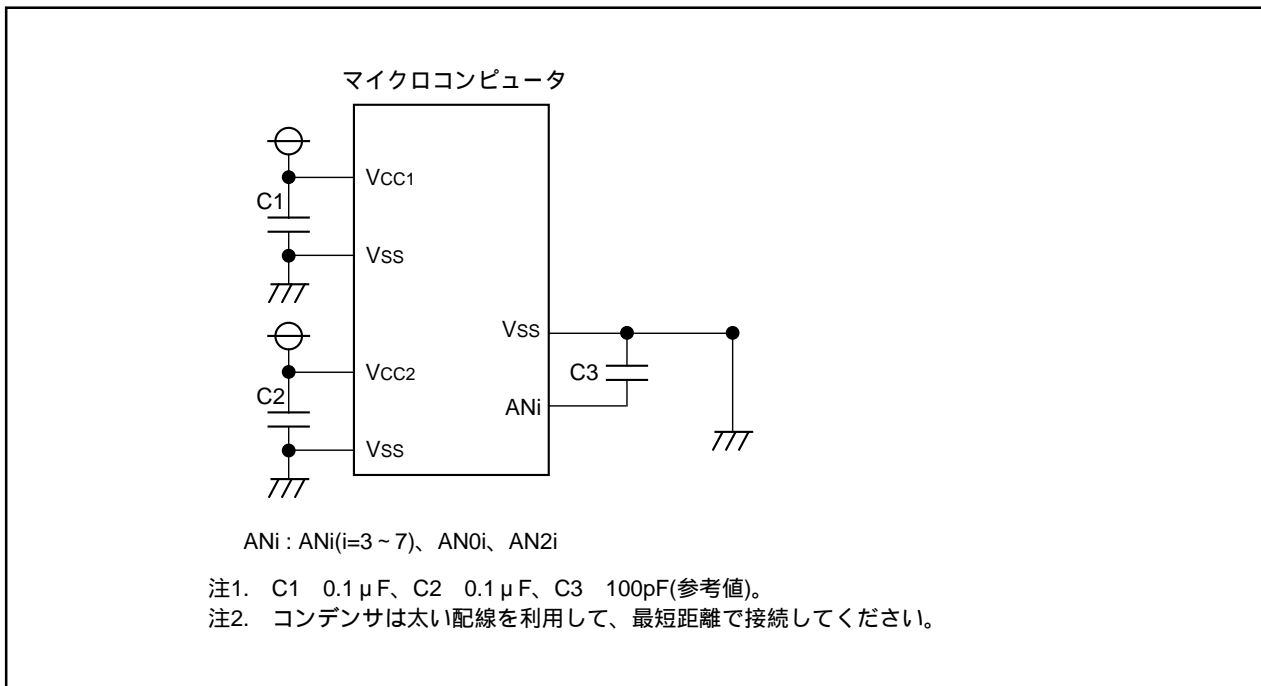

図12.8. 各端子のノイズ対策処理例
- (1) アナログ入力端子として使用する端子に対応するポート方向ビットは“0”(入力モード)にしてください。
- (2) キー入力割り込みを使用する場合、AN4～AN7は4本ともアナログ入力端子として使用しないでください(A/D入力電圧が“L”になると、キー入力割り込み要求が発生します)。
- (3) ノイズによる誤動作やラッチアップの防止、また変換誤差を低減するため、Vcc1端子、Vcc2端子、アナログ入力端子(ANi(i=3～7)、AN0i、AN2i)とVss端子の間には、それぞれコンデンサを挿入してください。図12.8に各端子の処理例を示します。
- (4) A/D変換が完了し、その結果をADiレジスタ(i=0～7)に格納するタイミングでCPUがADiレジスタを読んだ場合、誤った値がADiレジスタに格納されます。この現象は、CPUクロックにメインクロックを分周したクロック、またはサブクロックを選択した場合に発生します。